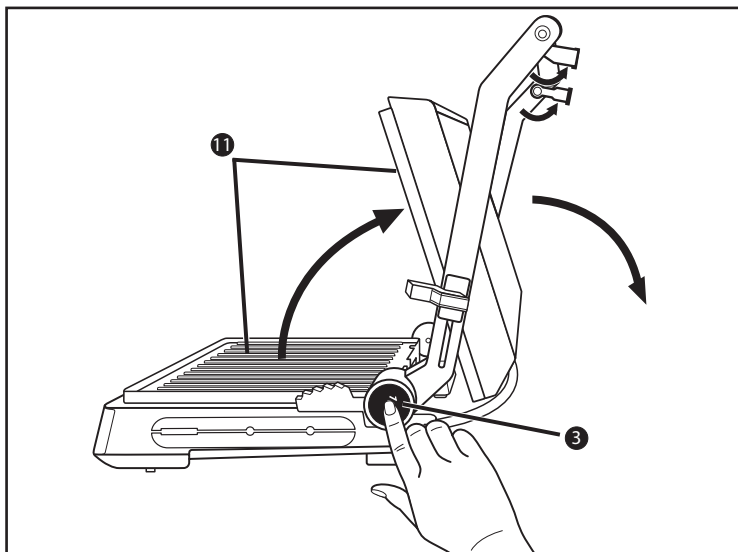

Fig. 1
- 1) Despliegue las dos patas de soporte **1** (fig. 1).
- 2) Pulse el botón de desencastre 180° **3** (fig. 1) y abra la tapa del aparato hasta que ambas planchas **11** puedan utilizarse como grill de mesa.